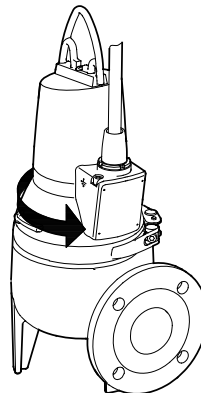

Fig. 10 Ryckriktning
3. Om den är korrekt ansluten kommer pumpen att rycka i motsatt riktning mot rotationsriktningen. Se fig. 10.